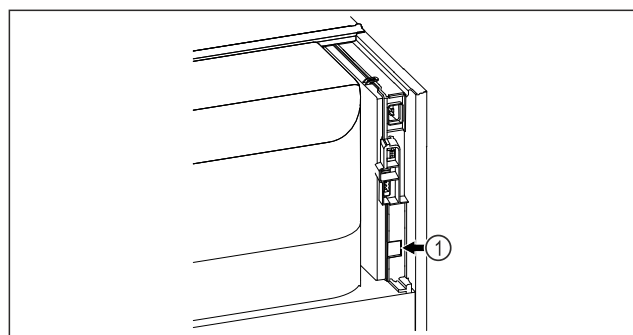

Fig. 139
- Je používán SmartModule Fig. 139 (1).